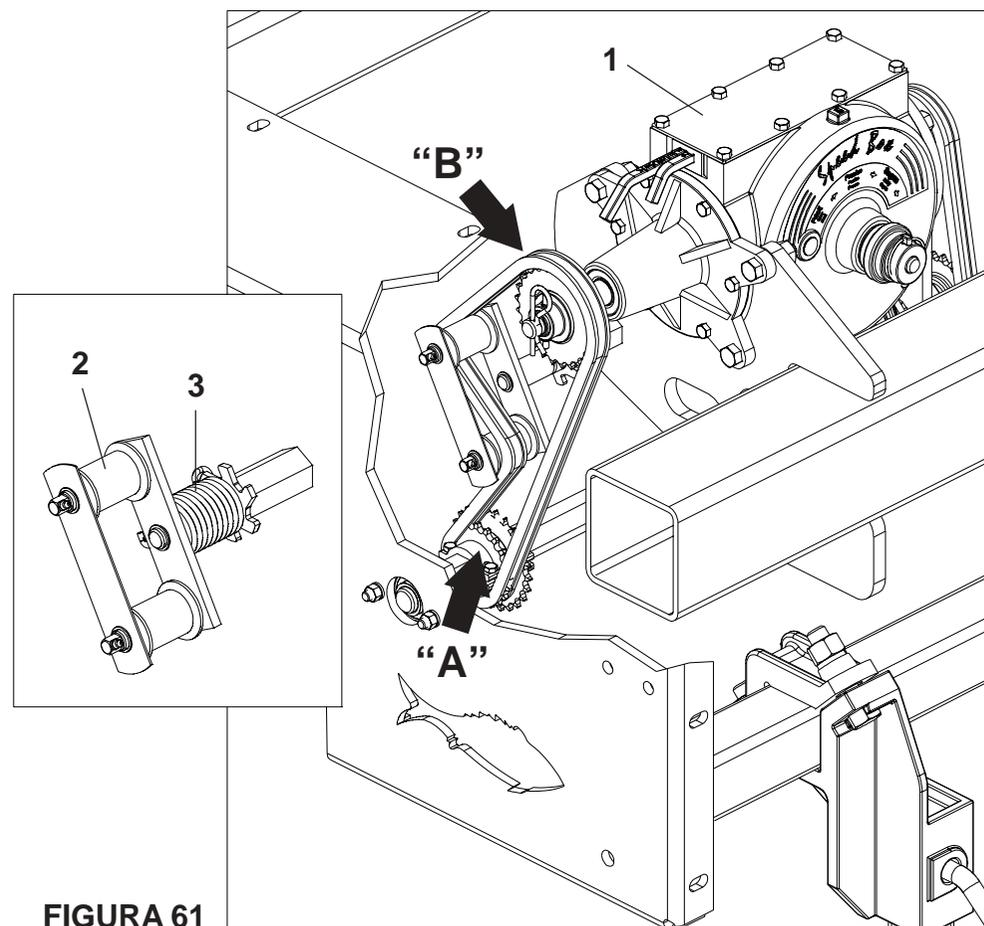

FIGURA 61
**REGULAGEM PARA DISTRIBUIÇÃO DE SEMENTES (FIGURA 61)
3 - A regulagem da semente é feita através da caixa **Speed Box** (1). Para obter mais regulagens efetue a inversão da corrente nas engrenagens motora “**A**” e movida “**B**”, **conforme mostra a figura 61.**